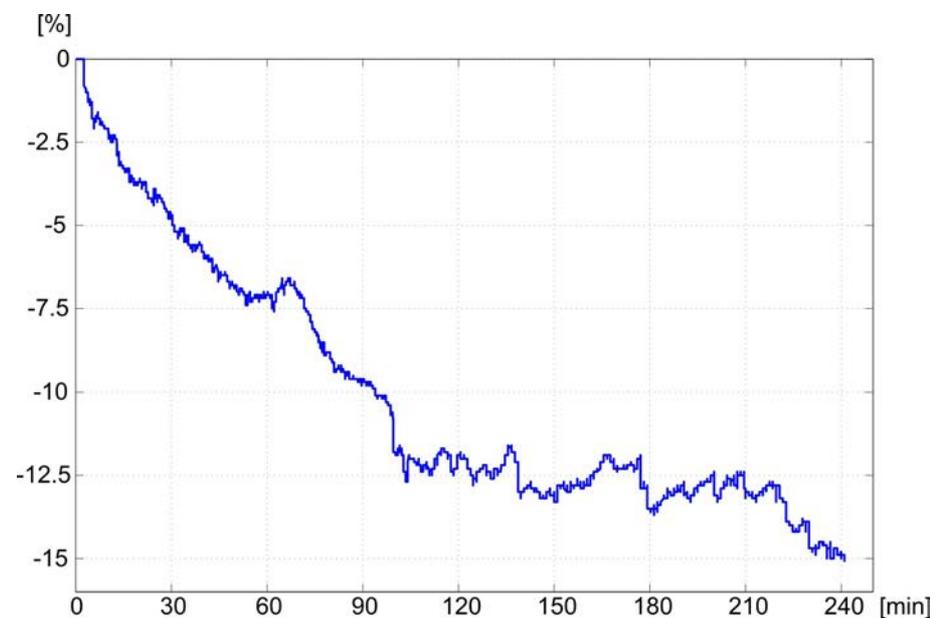

Abb. 11-21 Trend des relativen Blutvolumens (in %) während der Therapie (Zeit in Minuten)
Der (optionale) Hämatokritsensor (siehe Abschnitt 11.4 Hämatokritsensor (HCT-Sensor) (295)) liefert Werte zum relativen Blutvolumen (Delta-Blutvolumen in %) in Zeitabständen von 10 Sekunden. bioLogic Fusion verwendet diese Werte, um die Neigung des RBV-Trends (Abb. 11-21) für die letzten 10 Minuten zu berechnen und so die Entwicklung der RBV-Abnahme zu überwachen.